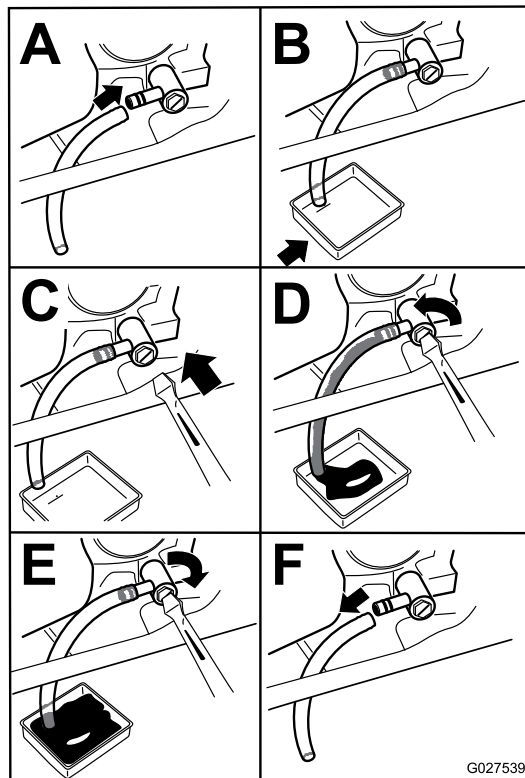

Figura 46
3. Pare el motor, retire la llave y espere a que se detengan todas las piezas en movimiento antes de abandonar el puesto del operador (Figura 46).